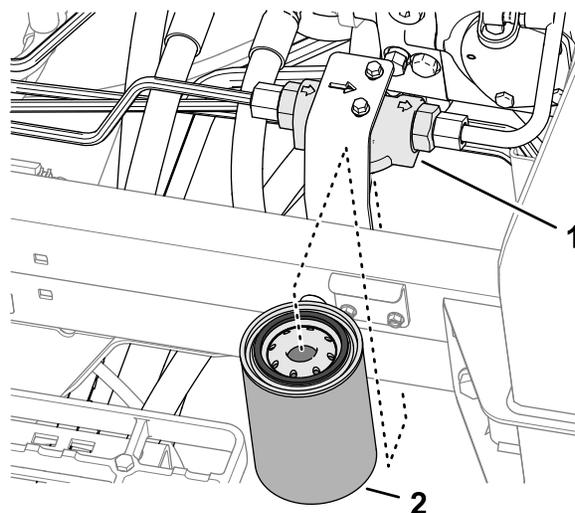

图 117
3. 在机器左侧在填充过滤器下方放置一个放油盘 图 117。